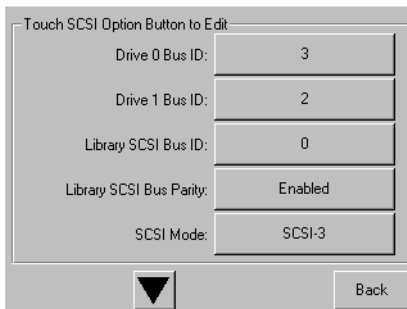

Abbildung 3-4. Datenfeld-Bildschirm für Bus 0 von Laufwerk 0
- d. Wählen Sie zur Bestätigung **OK**. Im Datenfeld für Bus 0 von Laufwerk 0 wird jetzt eine neue SCSI-ID angezeigt (siehe Abbildung 3-4).